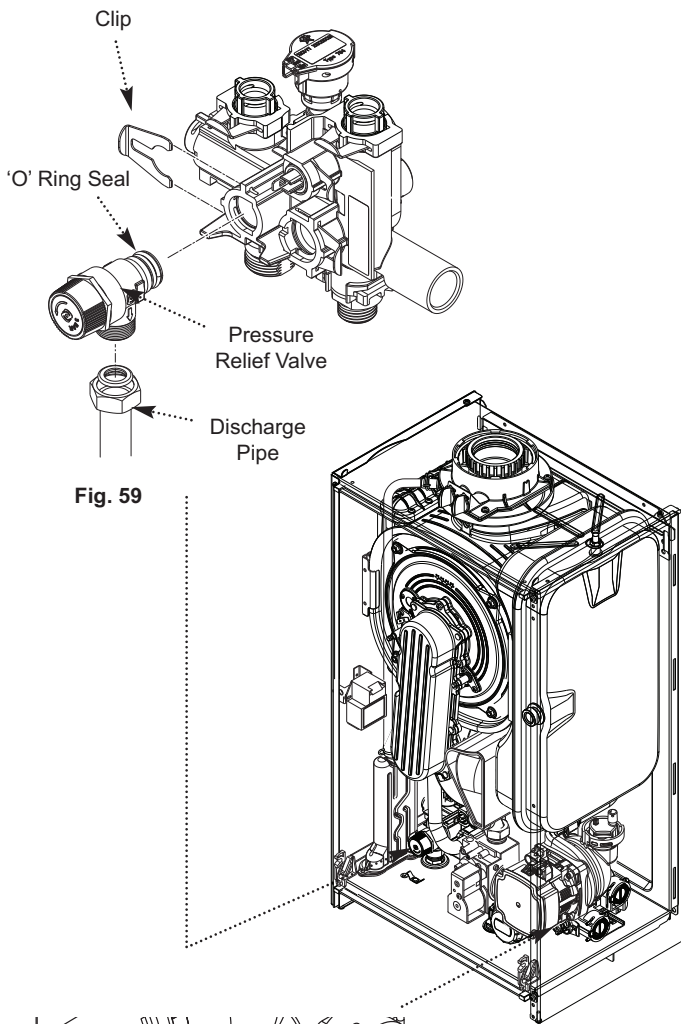

Fig. 59
10.3.13 Safety Pressure Relief Valve (Fig. 59)